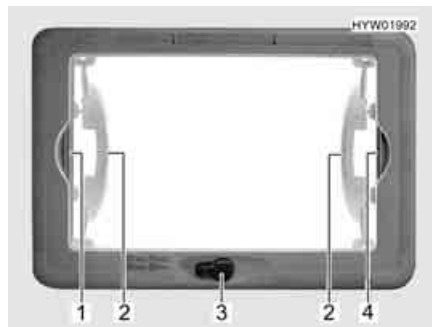

Fig. 67 Oblò sollevabile e ribaltabile
- Ruotare la manovella (Fig. 67,3) fino a quando non si incontra resistenza (angolo di apertura max. 70°).
- Afferrare ognuna delle maniglie (Fig. 67,2) con una mano e portare l'oblò sollevabile e ribaltabile nella posizione desiderata.
- Tirare la tendina oscurante pieghevole per la maniglia (Fig. 67,1) verso la maniglia contrapposta della zanzariera a rullo (Fig. 67,4) e farla innestare.
- Sganciare la maniglia della tendina oscurante pieghevole (Fig. 67,1).
- Chiusura:** ■ Tirare la zanzariera a rullo per la maniglia (Fig. 67,4) verso la maniglia contrapposta della tendina oscurante pieghevole (Fig. 67,1) e farla innestare.
- Apertura:** ■ Sganciare la zanzariera a rullo dalla maniglia della tendina oscurante pieghevole (Fig. 67,1).
■ Ricondurre lentamente la zanzariera a rullo accompagnandola con la maniglia (Fig. 67,4).